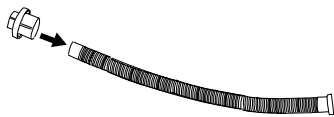
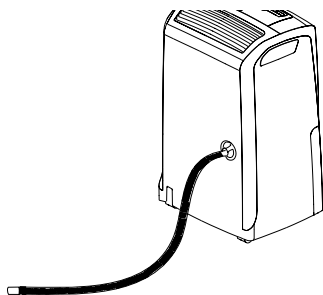
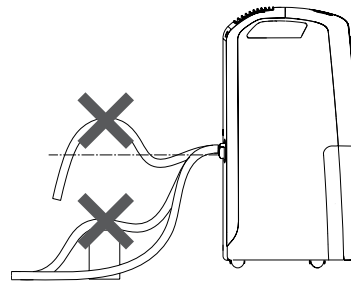

fig. 3
fig. 4
fig. 5
- 2) Insérez le capuchon de vidange **1** dans le flexible de vidange du condensat (**8**) jusqu'à l'extrémité (Fig. 3), puis vissez le capuchon sur la goulotte **2** (Fig. 4).
- 3) Assurez-vous que l'extrémité du flexible ne soit pas plus haut que la goulotte (Fig. 3), ou l'eau pourrait demeurer dans le réservoir. Assurez-vous qu'il n'y ait aucune coque dans le flexible (Fig. 5).